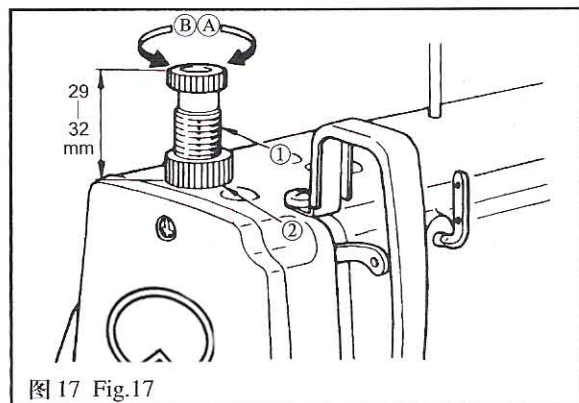

图 17 Fig.17
11. 压脚压力的调节(图 17)
11. PRESSER FOOT PRESSURE (Fig.17)